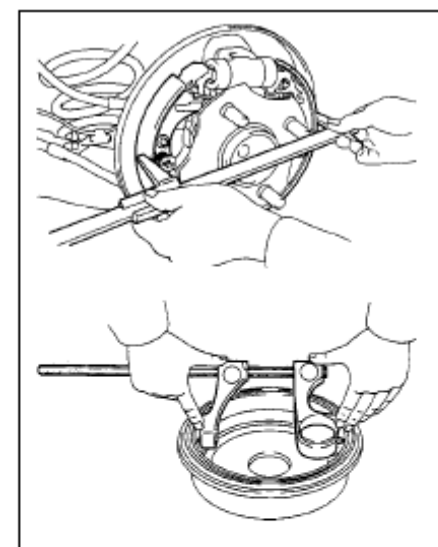

Рис. 311
- (1) Проверьте правильную установку всех деталей.
- (2) Замерьте внутренний диаметр тормозного барабана и диаметр тормозной колодки, проверьте, соответствует ли зазор тормозной колодки параметрам.(рис. 311)